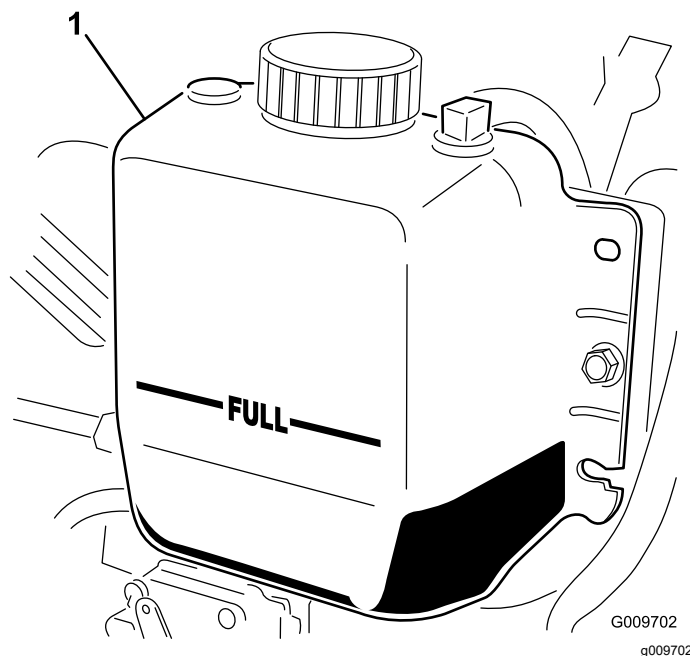

図 110
3. ラジエーター内部の液量を点検する。ラジエーターは補給口の首の部分まで、補助タンクはFULLマークまでであれば適正です 図 110。